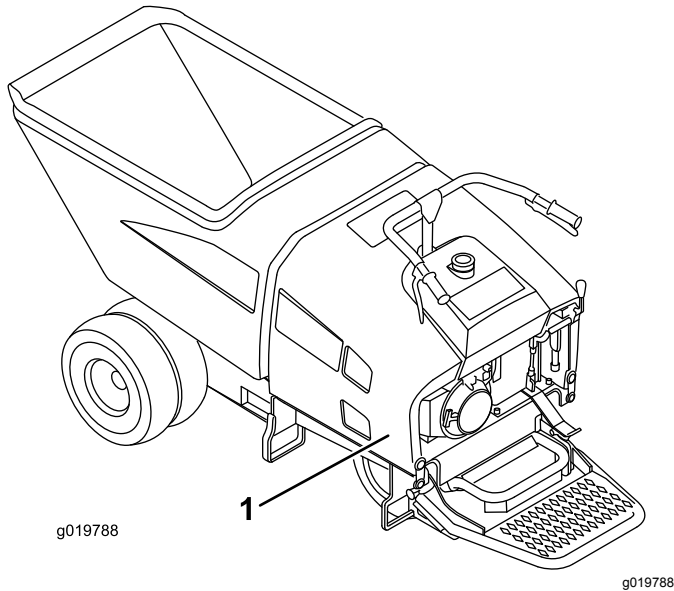

Figure 14
1. Avant de déposer l'auvent (Figure 14), coupez le moteur et laissez-le refroidir.